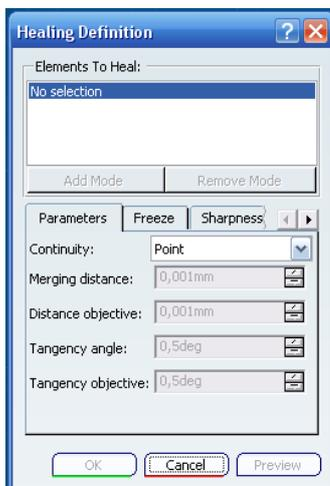

Ilustración 446: Definición de cierre.
**Healing (Cierre).** Esta operación se usa para solucionar pequeñas discontinuidades, es decir cierra pequeños huecos entre superficies. Por un lado hace la operación del *Join* y además cierra los huecos. En la Ilustración 446 se enseña la ventana de definición.